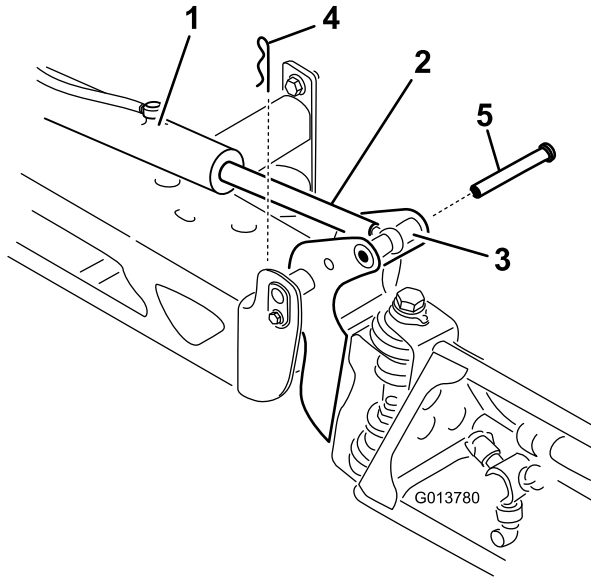

Figura 148
2. Retire la chaveta del pasador de giro (Figura 148).
3. Levante el brazo, retire el pasador (Figura 148), y baje el brazo lentamente al suelo.
9. Sujetando el brazo, introduzca el pasador a través del pivote del brazo y la rótula (Figura 148).